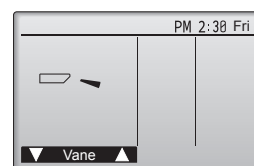

Fig. 8-4
- (2) Tryck på [VÄLJ] så att skärmbilden Bladfunktion visas, och tryck sedan på [F1] och [F2] för att kontrollera den automatiska fläktbladfunktionen. (Fig. 8-4)